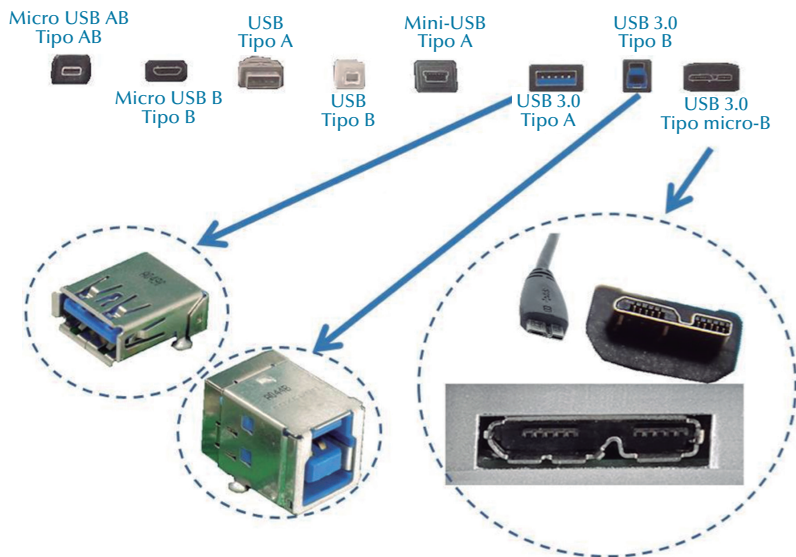

Figura 2.2
- ✓ *Tipos de conexiones.* Como puede verse en la figura 2.2, hay varios tipos de conectores. Los conectores tipo A y B son parecidos y retrocompatibles con los conectores A y B USB 2.0, mientras que en el caso del conector USB 3.0 aparece un nuevo conector micro-B. Este conector es muy utilizado en dispositivos como los discos duros externos.